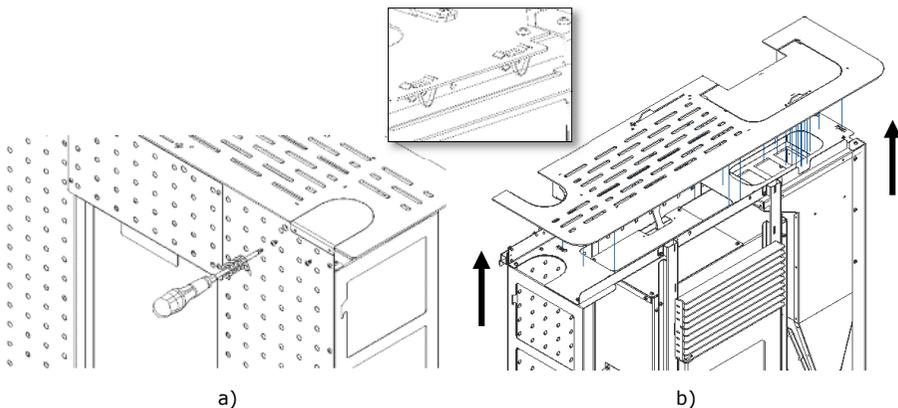

Figura 30 - Retirada de la tapa superior
a) Retire la tapa superior del equipo. En primer lugar, tiene que retirar la tapa pequeña que se encuentra fija en la parte posterior aflojando los dos tornillos (Figura 30-a). Posteriormente, mueva la tapa haciendo fuerza en el sentido indicado. No se necesita ninguna herramienta, ya que la tapa tiene un sistema de encaje rápido mediante muelles (Figura 30-b).